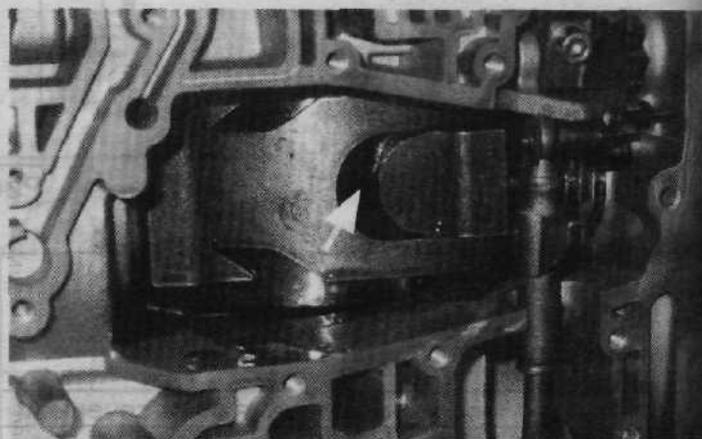

Рис. 43. Окно, через которое можно сделать отметку на барабане К2.
2. Маркером через окно ленточного тормоза сделайте отметку на барабане К2. Она соответствует выпущенному состоянию сервомотора (рис. 43).